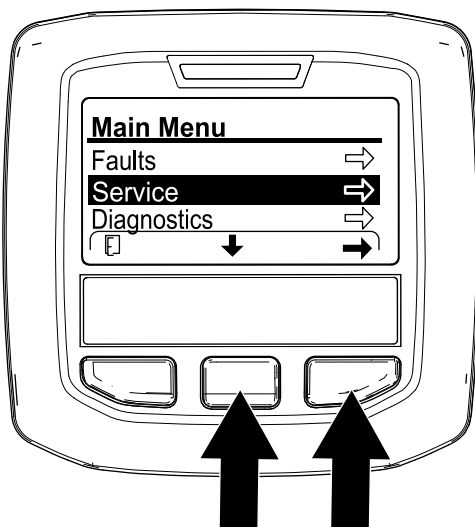

Bild 130
2. Rufen Sie im InfoCenter das HAUPTMENÜ auf (Bild 130).